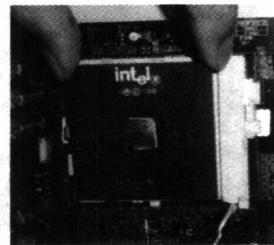

图 1-7 安装 CPU
2) 将 CPU 插入到插槽中, 此时应注意插槽是有方向性的, 插槽中有两个角上各缺一个针脚孔, 这与 CPU 是对应的。认准方向后, 将 CPU 插入到插槽中, 如图 1-7 所示。